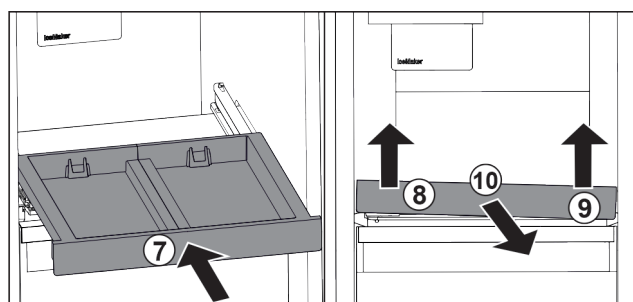

Fig. 193
- Vstavite izvlečno polico. Fig. 193 (7)
- Izvlečno polico dvignite naprej levo. Fig. 193 (8)
- Izvlečno polico dvignite naprej desno. Fig. 193 (9)
- Izvlečno polico odstranite v smeri naprej. Fig. 193 (10)